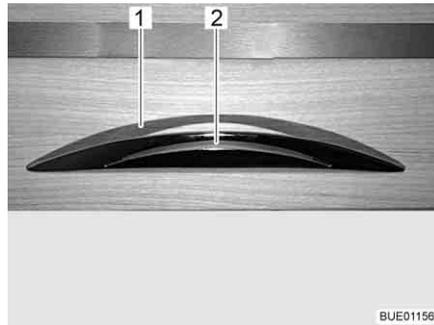

Bild 42 Möbelklappe mit Entriegelungsgriff
- Entriegelungsgriff (Bild 42,2) drücken und gedrückt halten.
- Am Entriegelungsgriff (Bild 42,1) ziehen, bis die Möbelklappe offen ist.